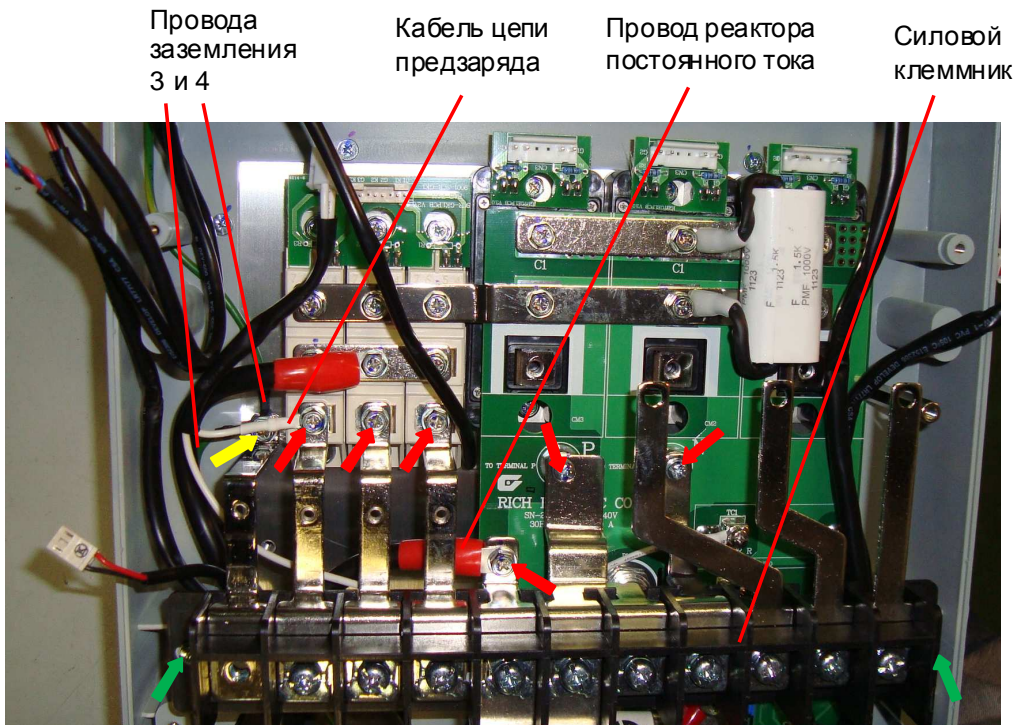

Рис. 7.12
7.6.10. Установить силовой клеммник согласно рис. 7.12. Вкрутить (без затяжки) два винта крепления клеммника (рис. 7.12, зеленые стрелки).
7.6.12. Прикрутить винтами шины силового клеммника (рис. 7.12, красные стрелки) вместе с кабелем цепи предзаряда и проводом реактора постоянного тока согласно рис. 7.12.
7.6.13. Произвести затяжку винтов крепления силового клеммника (рис. 7.12, зеленые стрелки).